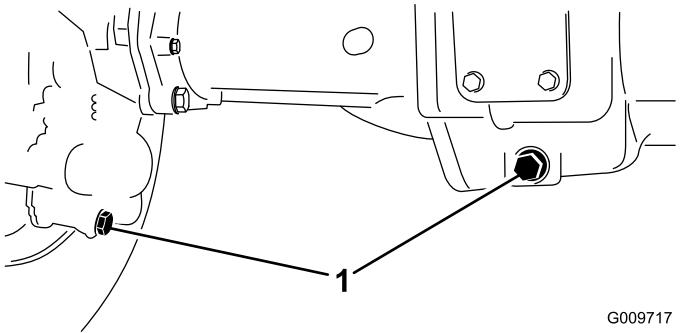

Рисунок 70
2. Очистите область вокруг 3 сливных пробок, по одной на каждом конце и одной в центре (Рисунок 70).